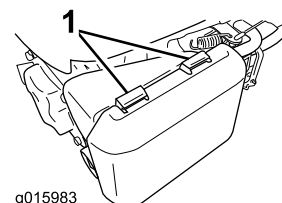

Bild 26
1. Drücken Sie die Verriegelungsnasen oben an der Luftfilterabdeckung nach unten (Bild 26).